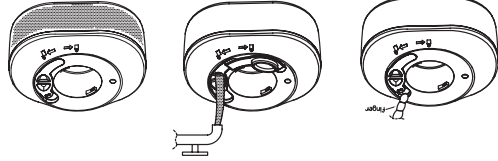

Figura 2
3. Lleve el tanque a un fregadero. Tire de la tapa de goma del orificio de llenado para abrirlo y vierta agua de la llave en el orificio hasta que el agua alcance el nivel Max en el tanque (Figura 2). Si el agua se derrama por fuera del tanque o dentro del centro de la cavidad del tanque, seque con papel de toalla o un paño.